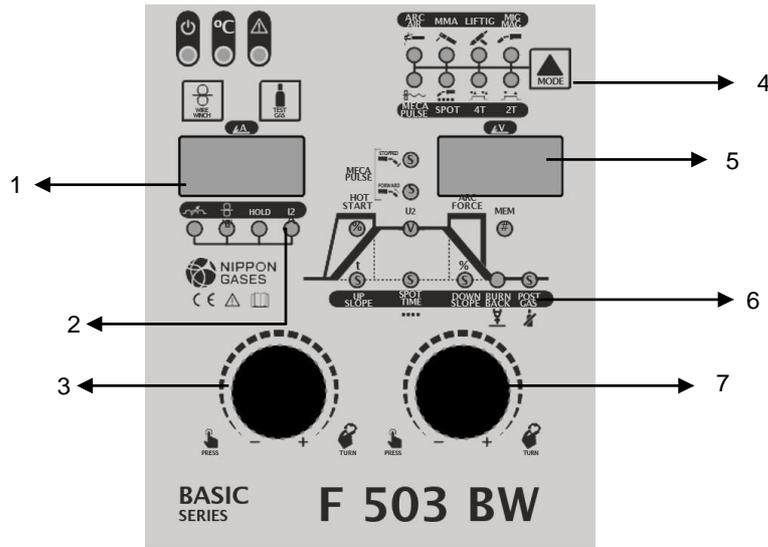

Fig.8
- Selecione Soldadura MMA (Stick Electrode) pressionando a tecla mode 4 (Fig.8) até que o LED MMA se ligue.